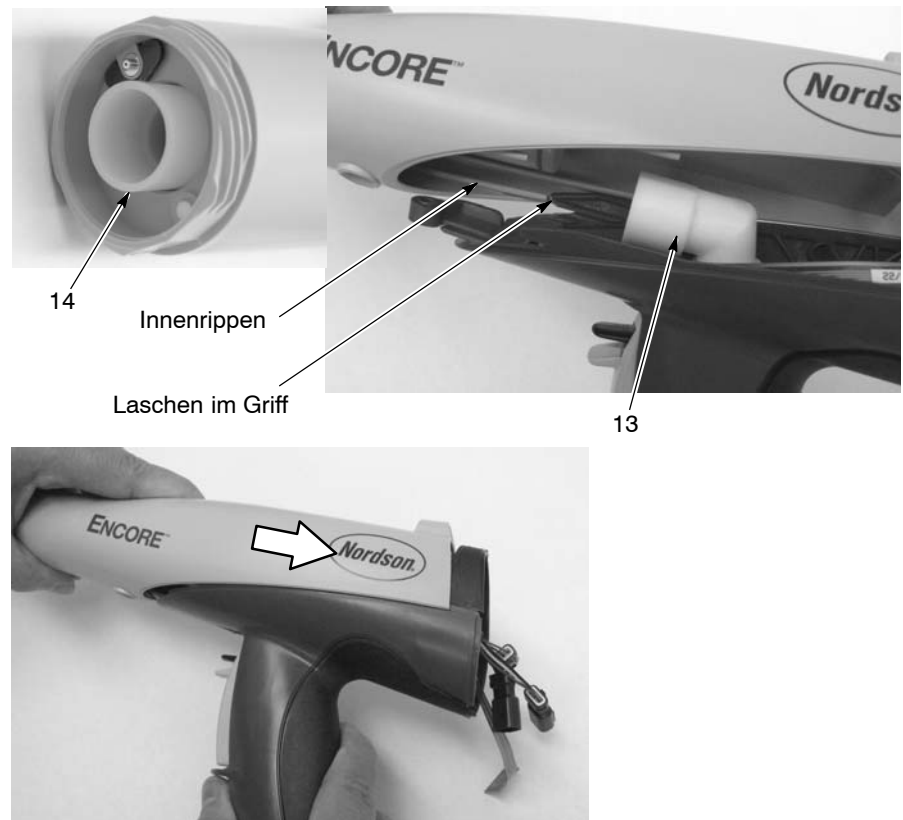

Abb. 5-14 Ausgangspulverrohr installieren
17. Siehe Abbildung 5-14. Das Ausgangsrohr (14) mit installierten O-Ringen durch die Vorderseite des Pistolengehäuses stecken, bis das Ende mit dem Ende des Pistolengehäuses bündig ist.
18. Sicherstellen, dass der O-Ring in der Nut am Eingangspulverrohr installiert ist. Das Winkelstück (13) am Ende des Eingangsrohres installieren.